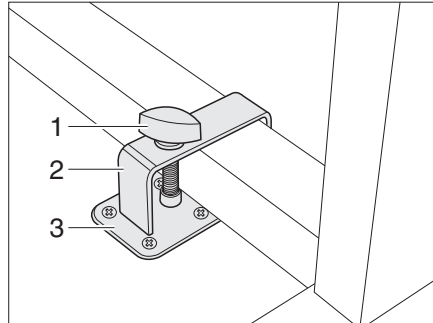
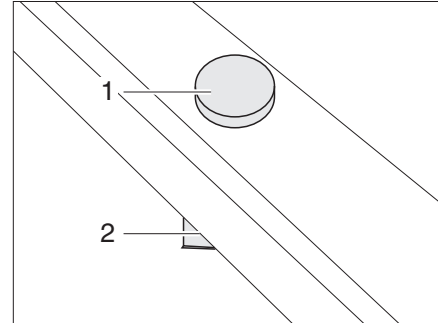

Bild 53 Arretierung Schwenktisch mit Metallgestell
Bild 54 Arretierung Schwenktisch mit Kunststoffgestell
- Schwenktisch neben die Halterung (Bild 53,3) bzw. auf die Halterung (Bild 54,2) stellen.
- Den Bügel (Bild 53,2) mit der Halteschraube (Bild 53,1) über den Tischfuß legen.
- Den Bügel und ggf. den Schwenktisch so verschieben, dass die Halteschraube (Bild 53,1 bzw. Bild 54,1) in die Halterung (Bild 53,3 bzw. Bild 54,2) geschraubt werden kann.